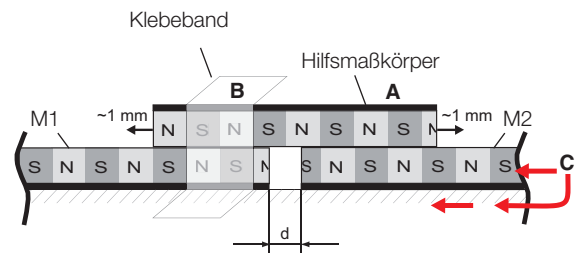

Bild 4-10: Anzufügender Maßkörper M2 unter dem Hilfsmaßkörper, $d = 4-10$ mm
3. Den Hilfsmaßkörper umgekehrt auf den Maßkörper M1 legen. Der Hilfsmaßkörper wird dank der magnetischen Kräfte vom Gegenpol darunter angezogen und *rastet ein* (Bild 4-10).
4. Den Anfang des zweiten Maßkörpers M2 unter den Hilfsmaßkörper bis in die Nähe des Maßkörpers M1 schieben und magnetisch *einrasten* lassen (Bild 4-10). Genügend Abstand (d) zu M1 lassen, z. B. 4–10 mm.